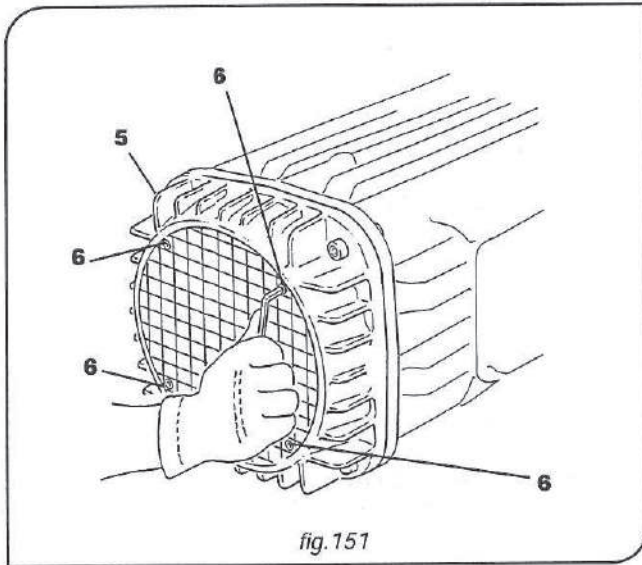

fig. 151
- Trabajando en altura, remover la grilla de protección -4- puesta sobre la coperetura del freno del parante -5- desatornillando completamente los 4 tornillos -6- (fig 151).